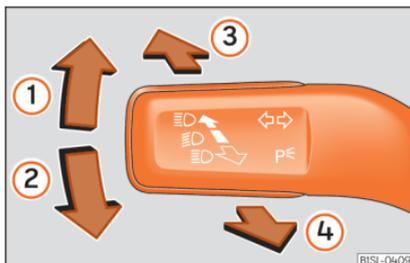

Abb. 116 Blinker- und Fernlichthebel.
- Drücken Sie den Blinker- und Fernlichthebel aus der Ausgangsstellung nach vorne » » **Abb. 116 .**
- **ODER:** ziehen Sie bei eingeschaltetem Fernlichtassistenten den Blinker- und Fernlichthebel nach hinten » » **Abb. 116 .**